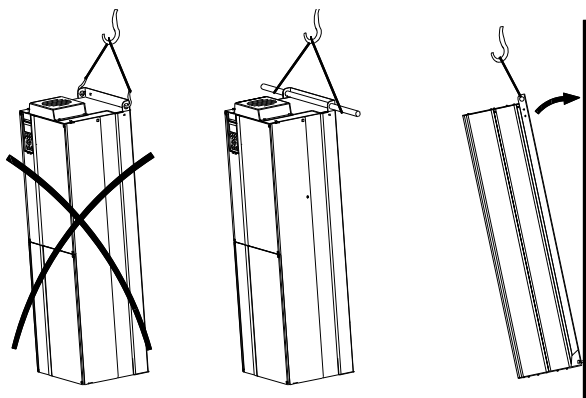

Fig. 1 Método de elevação recomendado
1. Assinale os orifícios de montagem no piso. Consulte a fig. 1.